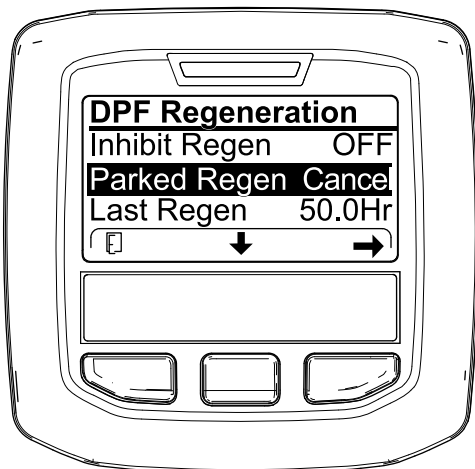
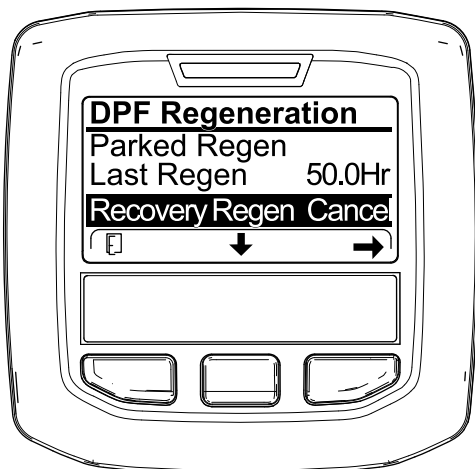

Figure 67
Figure 68
1. Ouvrez le menu DPF Regeneration (régénération du FAP) (Figure 67).
2. Appuyez sur le bouton central pour naviguer jusqu'à l'option PARKED REGEN CANCEL (Figure 67) ou RECOVERY REGEN CANCEL (Figure 68).
3. Appuyez sur le bouton droit pour sélectionner l'option Regen Cancel (annulation de régénération) (Figure 67 ou Figure 68).